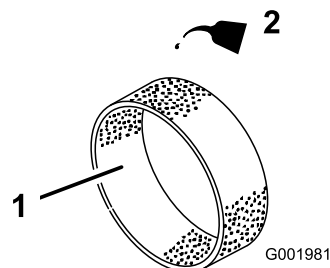

Figura 45
4. Applicare circa 30 – 60 ml d'olio sull'elemento (Figura 45),